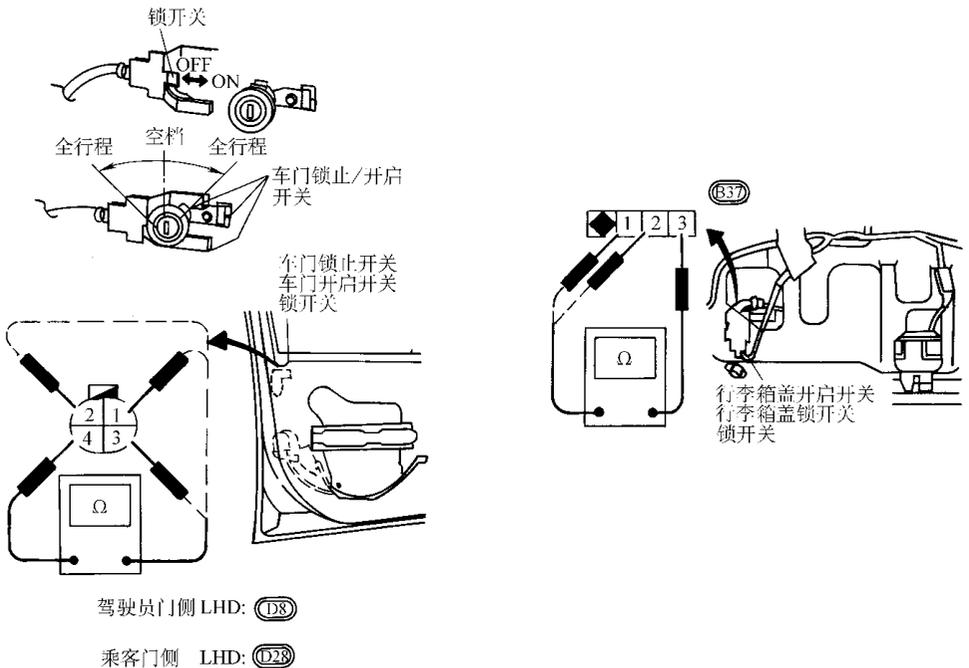

图 3-23 车门锁止开关及车门开启开关位置
(10) 锁开关、车门锁止开关及车门开启开关位置, 如图 3-23 所示。检查导通情况, 如表 3-3 和表 3-4 所示。
(11) 电子元件检查